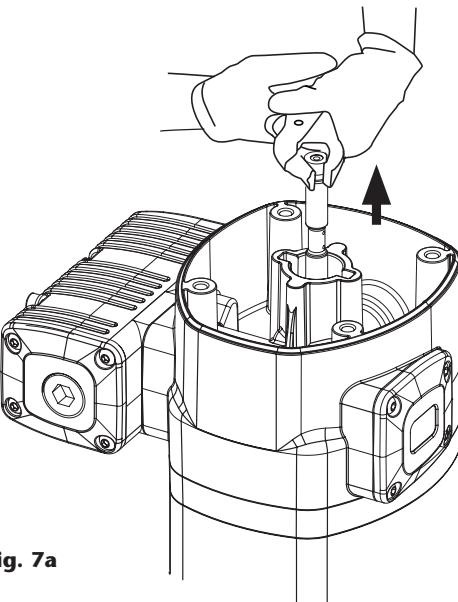

Fig. 7a
1. Desenrosque los cuatro tornillos (2) y quite la tapa (3).
2. Desenrosque el tapón inversor (4).
3. Con ayuda de una mordaza manual sobre el casquillo (5), tire hacia fuera del vástago (40) hasta que aparezca su rebaje central (fig. 7a). Despues, con otra mordaza manual agarre el vástago (40) en dicha zona rebajada central para no dañar la superficie destinada al sellado y desenrosque el casquillo (5) (fig. 7b).
4. Deseche la tórica (6) y el aro (7), y use otros nuevos posteriormente al volver a montar.
5. Desenrosque los cuatro tornillos (55). Tire hacia arriba del cabezal motor (13) hasta liberarlo junto con la brida (36).
6. Quite el casquillo inversor (9). Sustituya las juntas (8) y (10) de este casquillo.
7. Desenrosque los cinco tornillos (37) y separe el cuerpo motor (13) de la brida (36). Extraiga la arandela (32) y sustituya la junta (8).
8. Retire el cilindro (50) sujetando con cuidado el émbolo (45). Sustituya la junta (44) de dicho émbolo.
9. Vuelva a montar el conjunto en sentido inverso, aplicando fijador de rosca en los tornillos (37), casquillo (5) y tapón inversor (4).